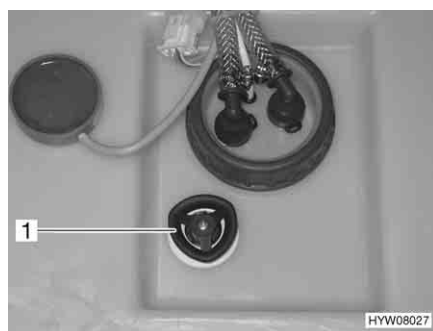

Fig. 89 Serbatoio dell'acqua con maniglia girevole
- Sul serbatoio dell'acqua, ruotare la maniglia girevole (Fig. 89,1) in senso orario fino all'arresto.
- Sul serbatoio dell'acqua, ruotare la maniglia girevole (Fig. 89,1) in senso antiorario fino all'arresto. L'acqua fuoriesce fino a ca. 20 litri.
- Sul serbatoio dell'acqua ruotare la maniglia girevole (Fig. 89,1) in senso antiorario, oltre la resistenza verso l'esterno fino all'arresto, per aprire completamente l'apertura di scarico.